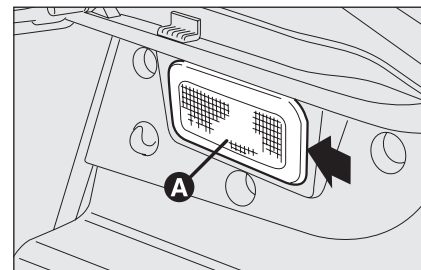

fig. 42
- ☐ estrarre la plafoniera **A-fig. 42** fa-